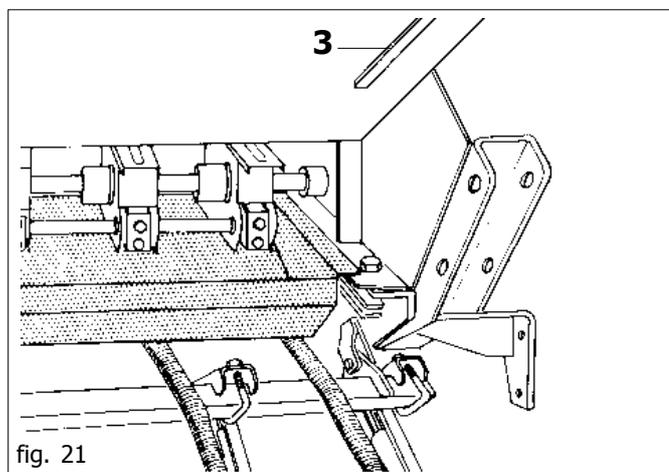

fig. 21
- 2) ritirare la cassetta dall'alloggiamento di trasporto (3) e far slittare in senso orizzontale sotto i dispositivi di dosaggio (fig. 21).